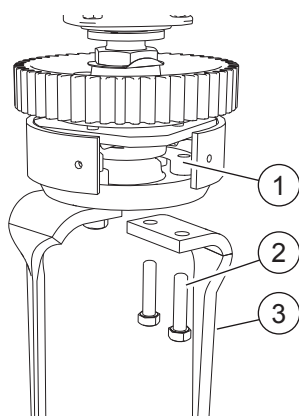

FIG. 37
- Desserrer les deux boulons (2, “Fig. 37”).
- Enlever le bloc (1).
- Extraire la lame (3) latéralement.